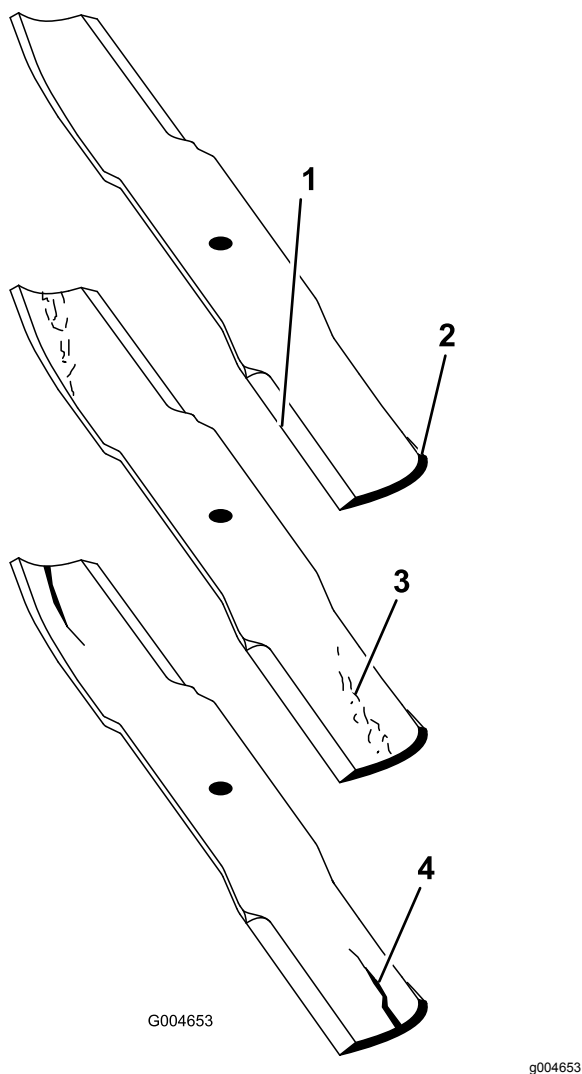

Figura 111
2. Examine cuidadosamente as extremidades da lâmina, prestando especial atenção à zona onde se encontram as partes curvas e planas da lâmina (Figura 111). Deverá verificar o estado da lâmina antes da operação de corte, já que a areia e outro material abrasivo poderá desgastar o metal que liga a parte curva e plana da lâmina. Se verificar que esta zona se encontra desgastada (Figura 111), substitua a lâmina.